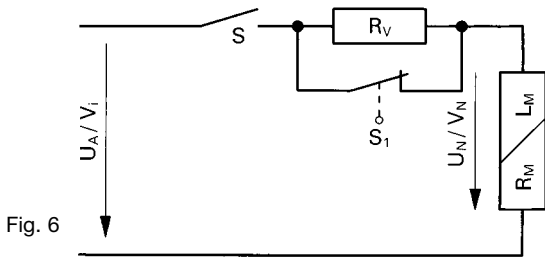

Fig. 6
8.4.2 Vorwiderstand mit Überbrückungsschalter (Fig. 6)
8.4.2 Series resistance with bridge switch (Fig. 6)